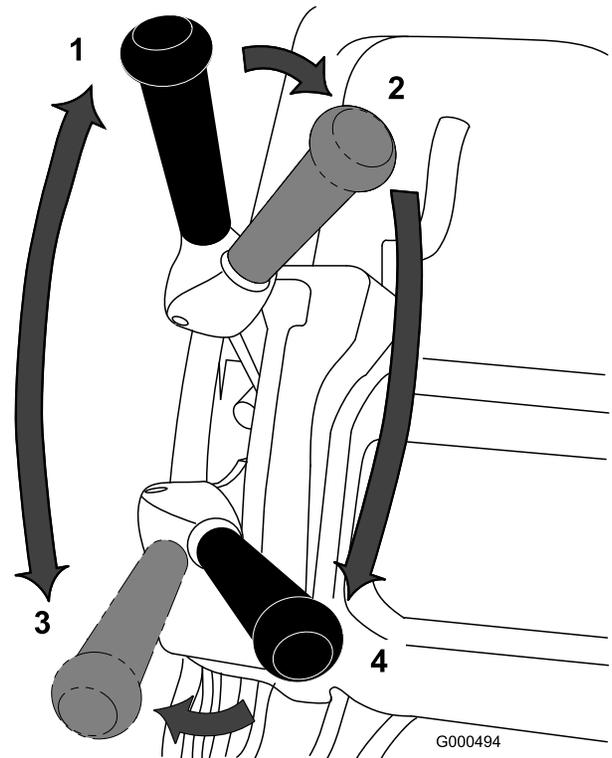

Рисунок 32
1. Запустите двигатель, установите дроссельную заслонку на пониженные обороты двигателя, нажмите на ручку вниз, чтобы поднять режущий блок, нажмите механизм контроля присутствия оператора, переведите рычаг управления тягой и приводом барабана в положение ПЕРЕДНИЙ ХОД (транспортровка) и переместите машину на край грина (Рисунок 32).
2. Переведите рычаг в НЕЙТРАЛЬНОЕ положение (Рисунок 32).
3. Переведите рычаг в положение «тяга — НЕЙТРАЛЬНОЕ положение, привод барабана ВЫКЛЮЧЕН»(Рисунок 32).
4. Переведите рычаг в положение «тяга — ПЕРЕДНИЙ ХОД, привод барабана ВКЛЮЧЕН» (Рисунок 32), увеличивайте с помощью дроссельной заслонки обороты двигателя до тех пор, пока машина не будет двигаться с требуемой скоростью, переместите машину на грин, опустите режущий блок на землю и начните скашивание.